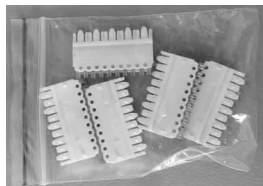

图 5-83 五对连接块
(5)110 型通信跳线架 1 个;五对连接块 5 个,如图 5-83,25 对大对数电缆 1 根。